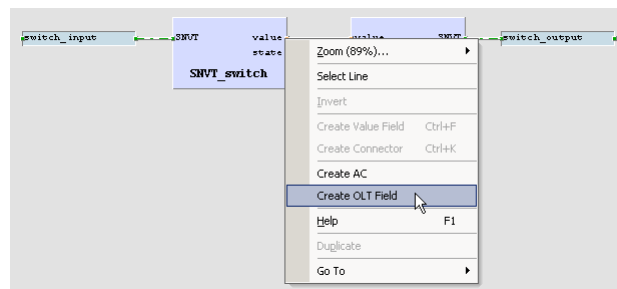

Abbildung 62: Erstellen eines Online Test-Felds
- Für spätere Fehlersuche empfiehlt es sich, Online Test-Felder in den Plan hinzuzufügen, um den aktuellen Wert der Signale während des Online-Tests anzuzeigen. Dafür klicken Sie mit der rechten Maustaste auf den Ausgangswert des Funktionsblocks und wählen Sie aus dem Kontextmenü den Punkt **Create OLT Field** wie in Abbildung 62 gezeigt.